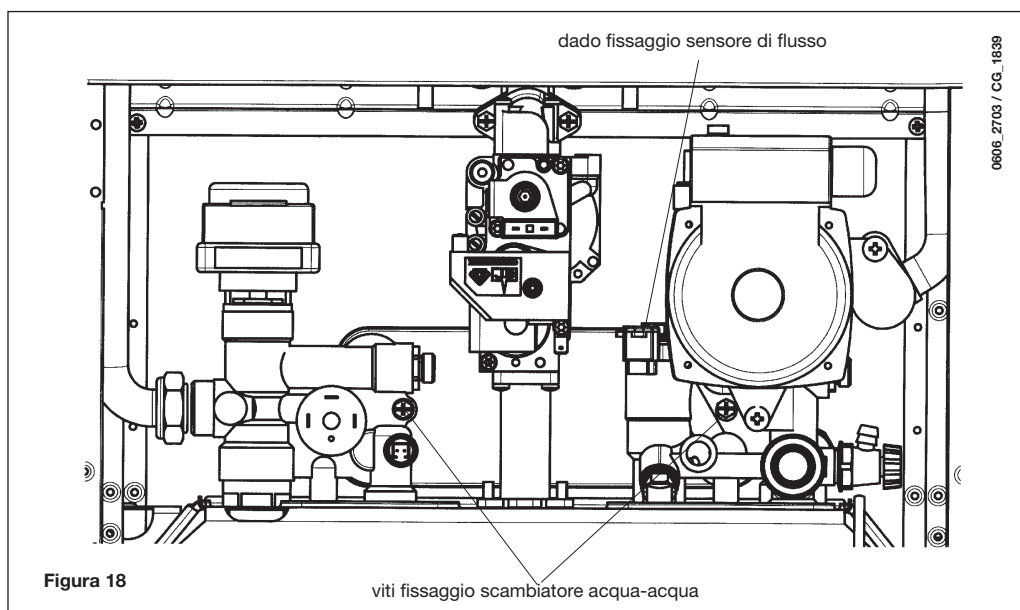

Figura 18
- Svitare il dado presente sul gruppo sensore di flusso (figura 18).